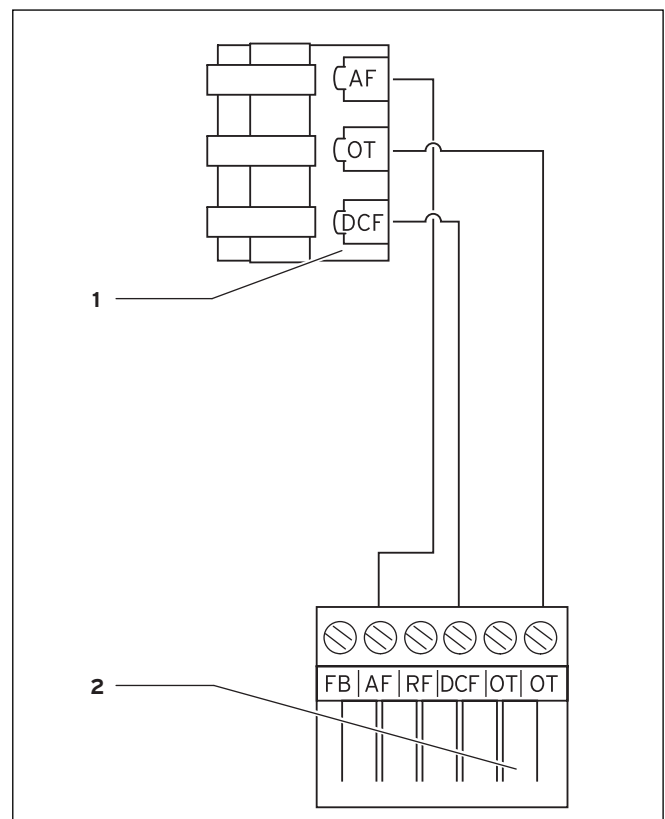

Bild 5.3 Elanslutning av utegivare VRC 9535
- ⇒ Anslut anslutningskabeln till klämmlisten på utegivaren enligt bild 5.3.
- ⇒ Anslut anslutningskabelns till den 6-poliga stickkontakten enligt bild 5.3.